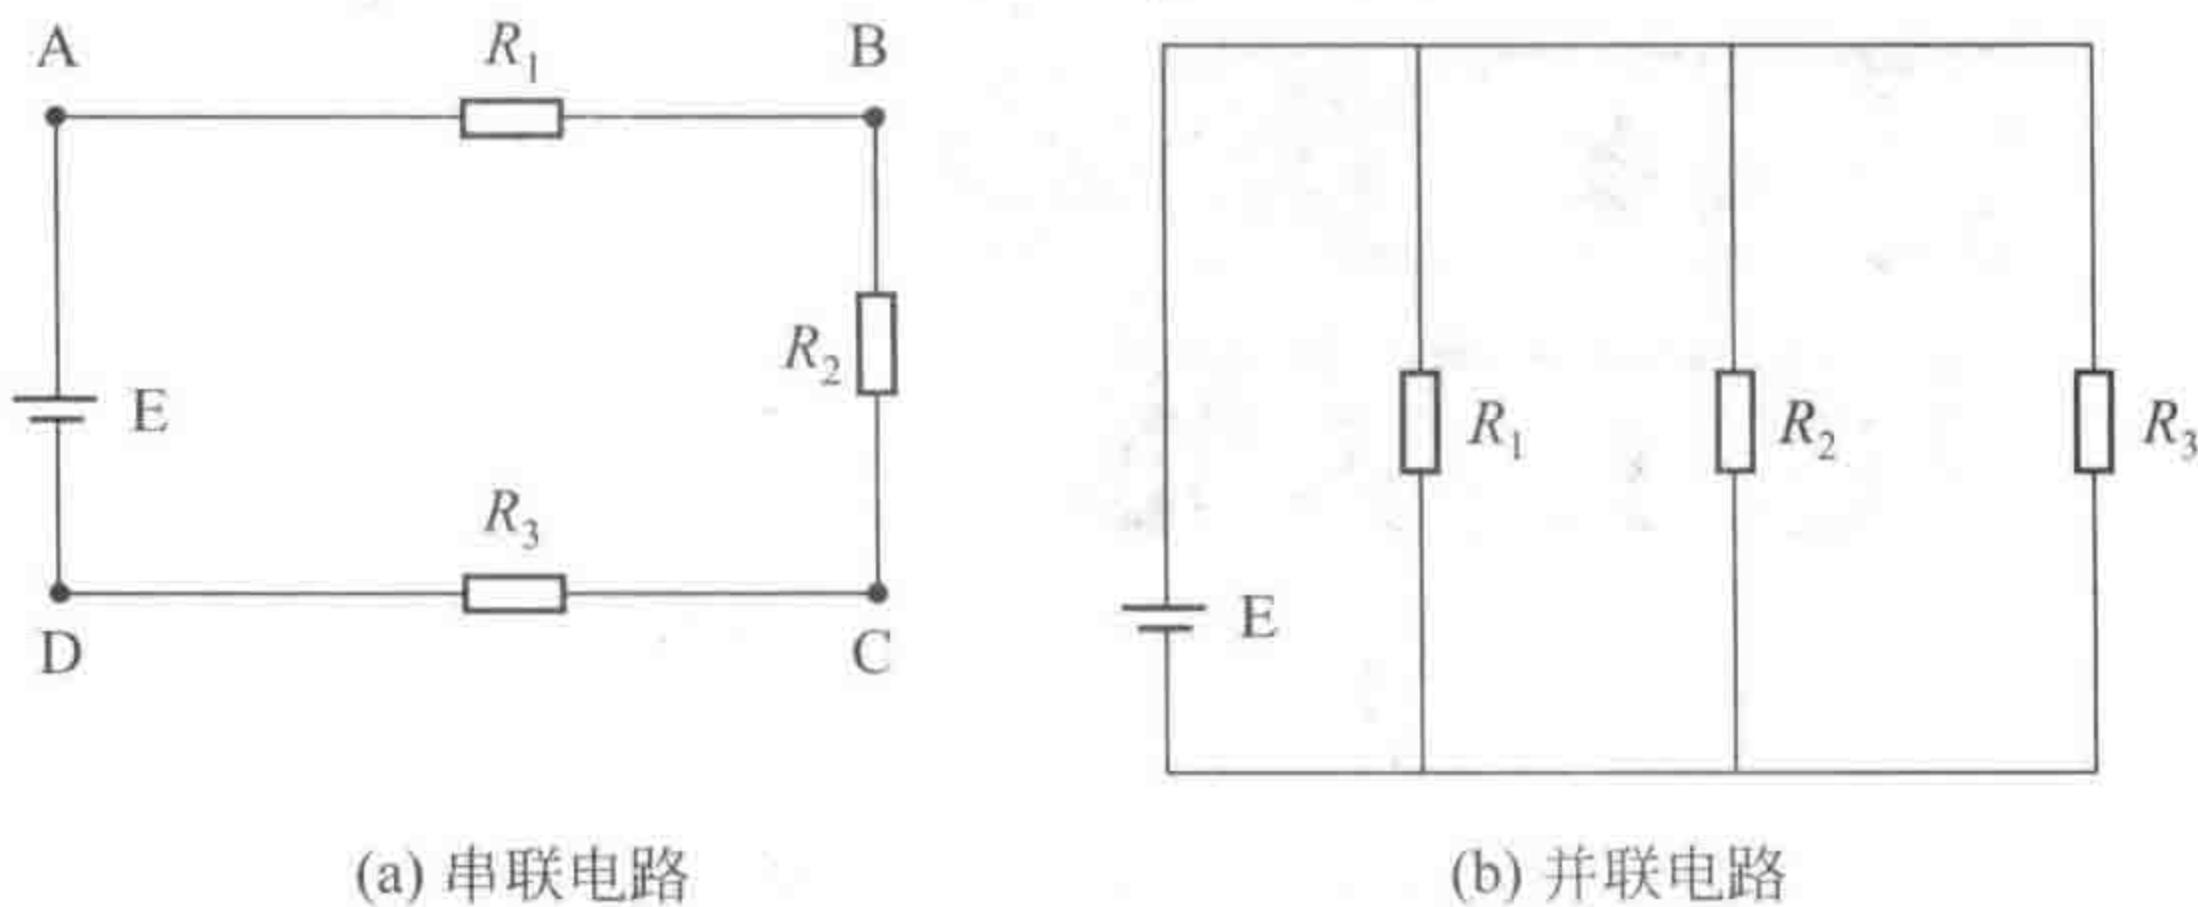

图 1-2 串联与并联电路
(2) 串联电路 把若干个电阻或电池一个接一个成串地连接起来, 使电流只有一个通路, 也就是把电气设备首尾相连叫串联, 如图 1-2(a) 所示。
(3) 并联电路 把若干个电阻或电池相互并排地连接起来，也可以说将电气设备的头和头、尾和尾各自相连在一起，使电流同时有几个通路叫并联，如图 1-2(b) 所示。